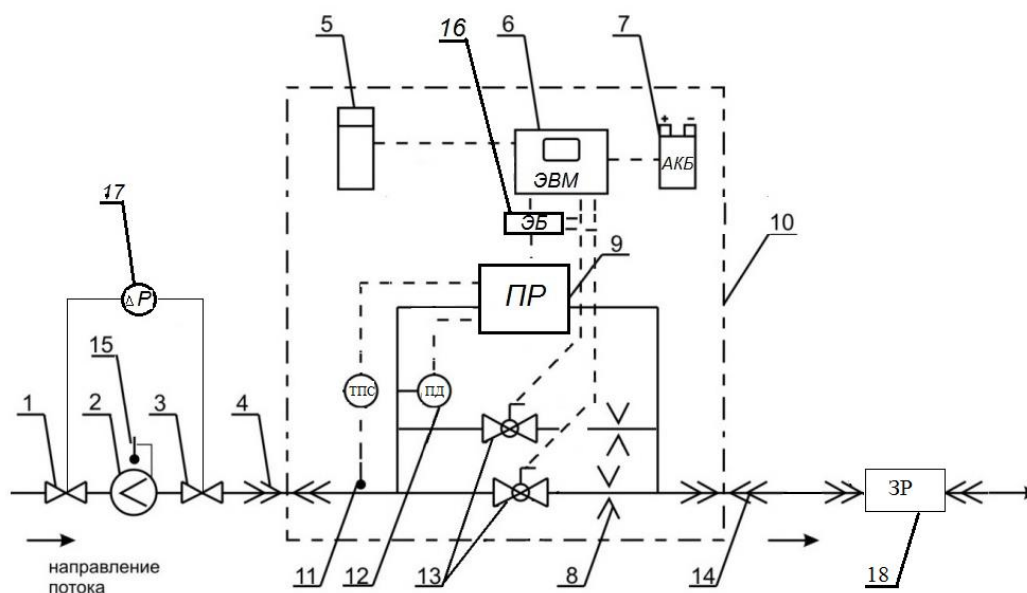

Рисунок 1 – Функциональная схема Установки
Перекрывают подвод газа к поверяемому счетчику, перекрыв запорную арматуру (рисунок 1, позиция 3).
Подсоединяют к системе газоснабжения вводной и выводной шланги установки (рисунок 1, позиции 4 и 14) при помощи быстросъемных наконечников.
1.5.6 При опробовании плавно открывают запорную арматуру (рисунок 1, позиция 3) и запускают потребитель газа (например, одну из горелок газовой плиты).